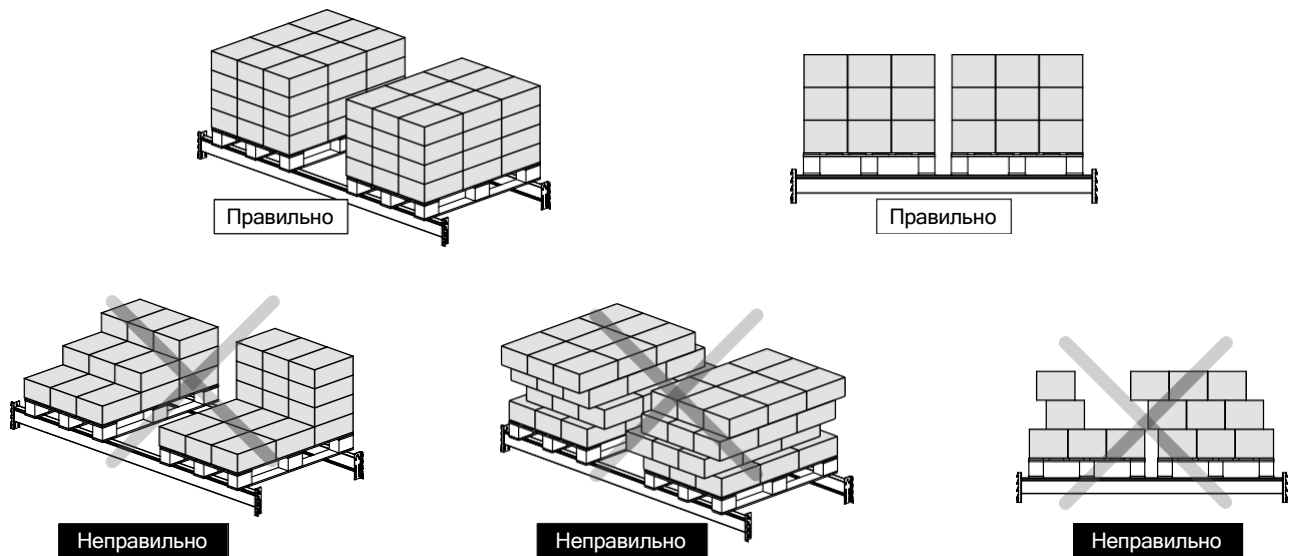

Рисунок 3 — Размещение груза на поддоне
- груз должен быть равномерно распределен на поддоне (рис. 3);